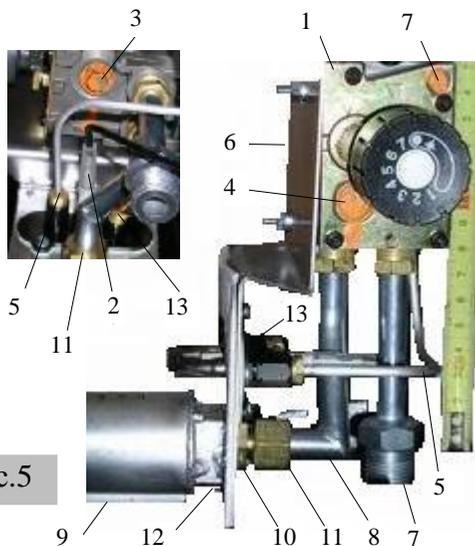

Рис.5
- Вывинтите винт-заглушку (поз. 5, Рис.5 а) патрубка измерения давления газа в сети, подсоедините к измерительному патрубку манометр (напоромер).
- Отвинтите болт - заглушку измерительного патрубка давления горелки и подсоедините к патрубку (поз. 5 Рис. 5 а) манометр.
- Откройте кран газопровода и осуществите пуск конвектора. Установите ручку регулятора 1 (Рис. 5а) в положение «7» (максимум регулятора температуры).
Рис.5 а
- При необходимости отрегулируйте номинальную тепловую мощность при помощи регулировочных винтов (поз.3 и 9 на Рис.5 а).
На комбинированном газовом клапане EUROSIT 630, оборудованном регулятором давления 9 (см. Рис.5 а), необходимое значение давления устанавливается регулировочным винтом, расположенным в центре регулятора давления. Поворот по часовой стрелке – уменьшение давления перед горелкой, против часовой стрелки – увеличение.
Для работы на сжиженном газе комбинированный газовый клапан EUROSIT 630 оборудован регулировочным элементом «большой регулировочный винт-болт» (поз. 3 Рис.5). Регулировка должна начинаться с крайнего положения. Завинтите винт до упора, а затем выворачивайте его до достижения предписанного значения давления газа.
Минимальная тепловая нагрузка устанавливается с помощью регулировочного (малого) винта (поз. 4, Рис. 5).